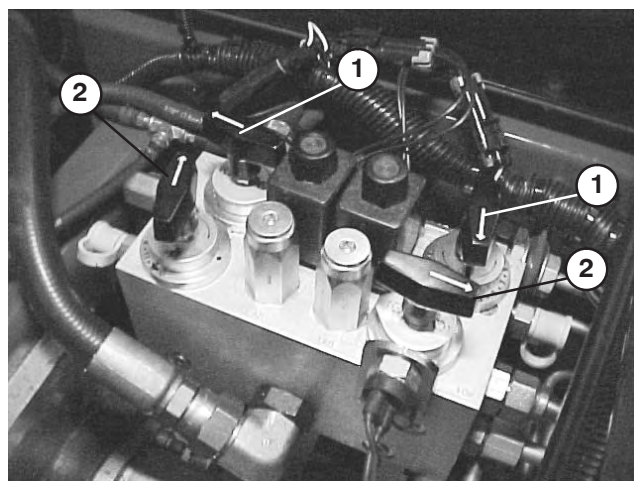

Figure 28
4. Pour régler la vitesse des cylindres, tournez les boutons (Fig. 28) jusqu'à ce que la flèche soit en face du numéro correspondant au réglage voulu.